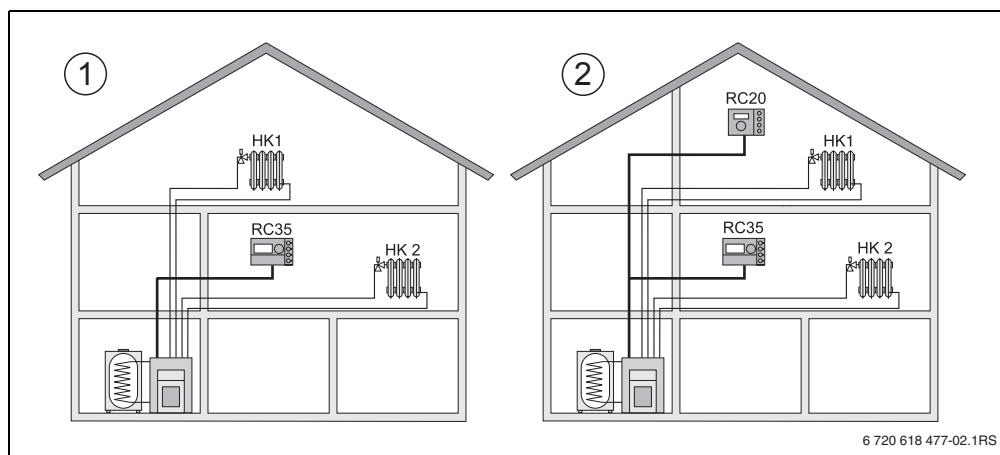

Рис. 2 Варианты управления отопительной установкой с двумя отопительными контурами
Отопит. контуры RC35	Все отопительные контуры, которым задан RC35, т.е. не имеющие собственного дистанционного управления (→ рис. 2, [1], стр. 29); показано, только если пульту RC35 присвоено несколько отопительных контуров
**Обозначение отопительных контуров в примере на рис. 2**
Таб. 11 Обозначение отопительных контуров в примере на рис. 2, стр. 29